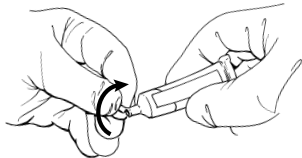

FIGURA 2
- 4a. Spezzare la punta del tubo di gel (vedere Figura 2).